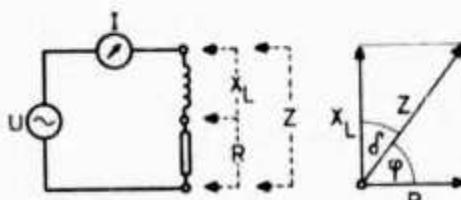

Abb. 3
Das Ohmsche Gesetz lautet  $R = U : I$ . Wir erhalten also den Widerstand, indem wir die Spannung durch den Strom teilen. Wenn wir diesen „Rechentrick“ auf das gesamte Vektorschaußbild anwenden, erhalten wir das Widerstandsschaubild Abb. 3. Die Induktanz  $X_L$  ist wieder nach oben abgetragen. R liegt waagerecht und die Impedanz Z ergibt sich als Diagonale. Mittels des Pythagoras läßt sich eine Größe aus den beiden anderen berechnen. Der Cosinus des Phasenwinkels  $\varphi$  ist das Verhältnis Ankathete (R) : Hypotenuse (Z).  $\cos \varphi = R : Z$ .